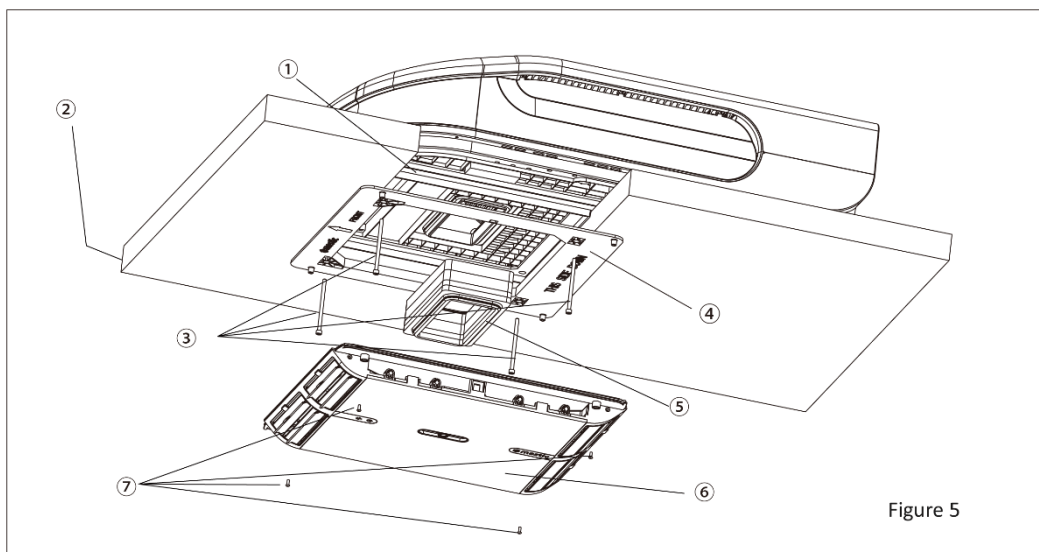

Figure 5
2. Bär utomhusenheten till fordonets tak och rikta in den mot öppningarna på fordonets tak. Använd 2 uppsättningar monteringsplattor och 4 skruvar för att montera utomhusenheten (se fig. 5).
(Se fig. 5).